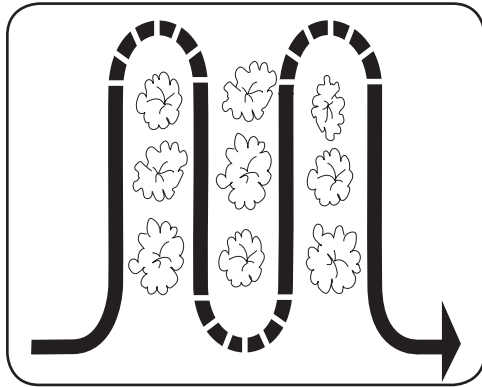

Figure 4-5
- Lorsque vous labourez le sol autour des plantes, réglez la profondeur de labourage entre 1" et 2". Voir Figure 4-5. Utilisez un réglage de très faible profondeur pour éviter d'abîmer les racines des plantes qui poussent souvent près de la surface. Si nécessaire, soulevez la poignée légèrement pour empêcher les dents de creuser trop profondément. En plus d'éliminer les mauvaises herbes, un labourage régulier ameublir et aère le sol, ce qui permet une meilleure absorption de l'humidité et une croissance plus rapide des plantes. Pour rendre le labourage plus facile, arrosez la zone de travail quelques jours avant le labourage et laissez reposer le sol fraîchement travaillé pendant un jour ou deux avant d'effectuer un passage final de labourage en profondeur.